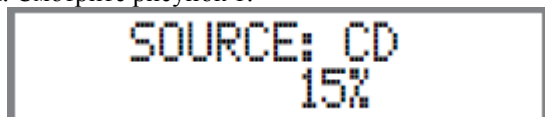

Рисунок 1
1. Нажмите STANDBY/ON на передней панели или нажмите кнопку Power на пульте ДУ. MA7900 пройдет короткую начальная инициализация, и на Информационном дисплее отобразится информация о последнем выбранном источнике и установке уровня громкости. Затем отобразится индикация об уровне громкости, начиная с нулевого значения с последующим увеличением до последнего использованного уровня громкости. Смотрите рисунок 1.
4. Для выхода из меню Настройки, нажмите INPUT CONTROL, и Дисплей Фронтальной панели вернется в обычной индикации. Смотрите рисунок 1.